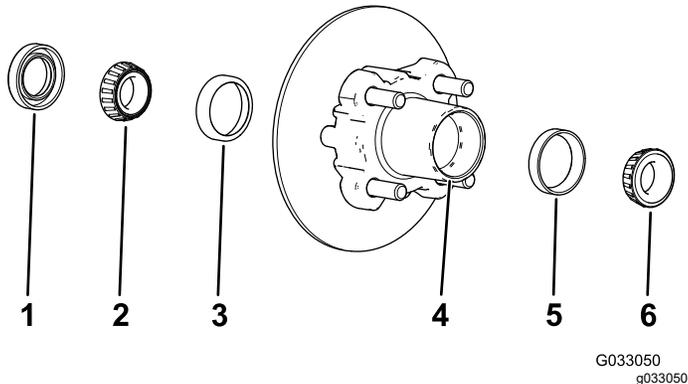

図 29
1. ハブから外側のベアリングとベアリングレースを取る 図 29。
2. ハブから、シール、内側のベアリングを外す 図 29。
5. ハブについているグリス、ごみなどをきれいに取り除く 図 29。
7. キャビティの50-80 %程度にグリスを詰める 図 29。
8. ハブの内側に内側ベアリングを取り付け、シールをはめる 図 29。